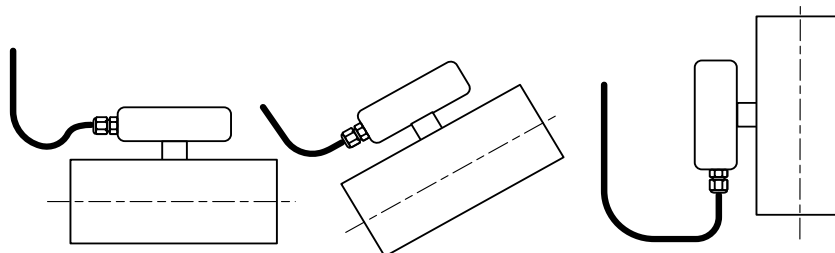

Рис.10. Подключение кабелей с образованием U-образной петли в вертикальной плоскости.
- для исключения возможности попадания капающей воды или конденсата внутрь ИБ через кабельные вводы необходимо подключить кабели с образованием ниспадающей U-образной петли в вертикальной плоскости (рис.10).